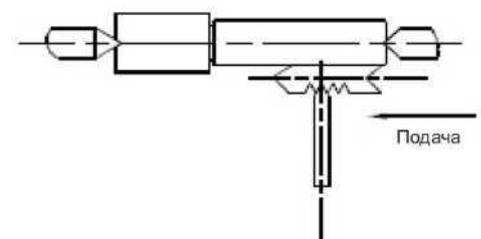

Рисунок 21
10.6 Нарезание резьбы (рисунок 21)